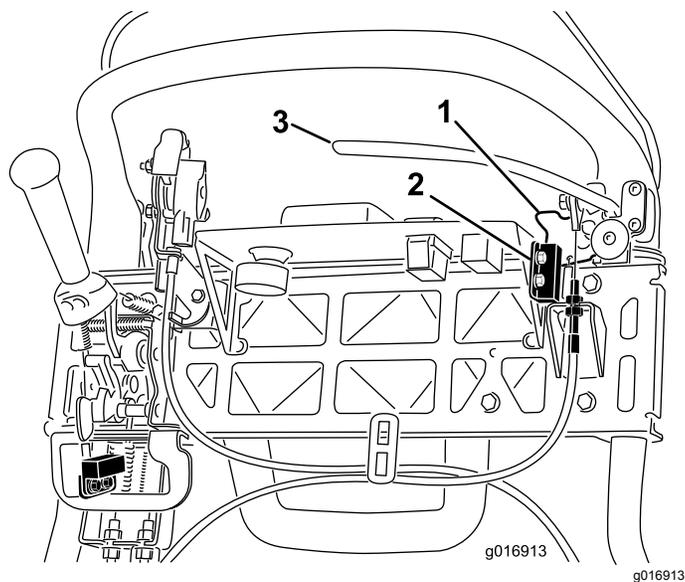

Рисунок 42
4. Ослабьте и снимите крепежные детали блокировочного выключателя (Рисунок 42).
5. Поставьте регулировочную прокладку толщиной 1,6 мм между фиксатором стояночного тормоза и блокировочным выключателем (Рисунок 42).